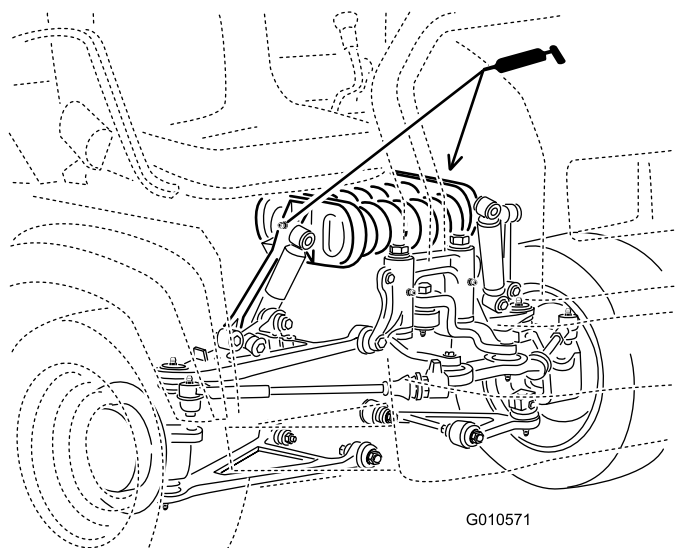

Figure 28
- **Tourelle de suspension (2);** voir Figure 28